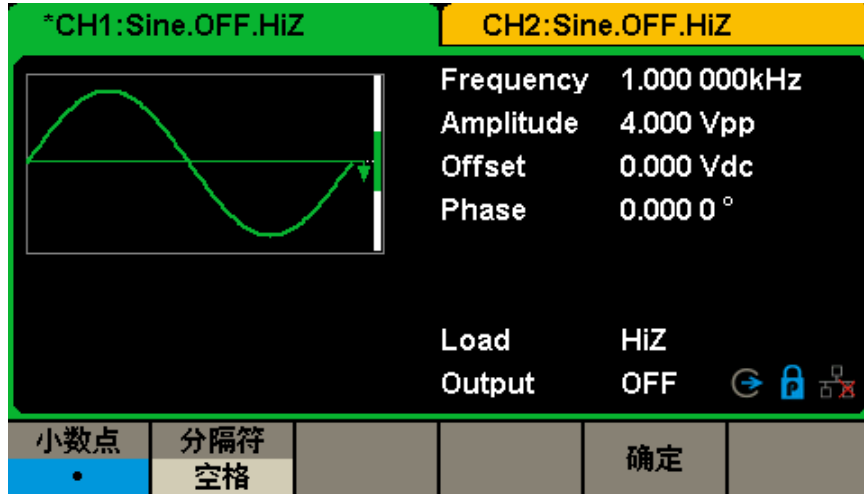

图 2-36 数字格式操作界面
4. 旋转旋钮选择 USB Device (0:) 然后向下按下旋钮，展开 U 盘目录，如图 2-36 所示。